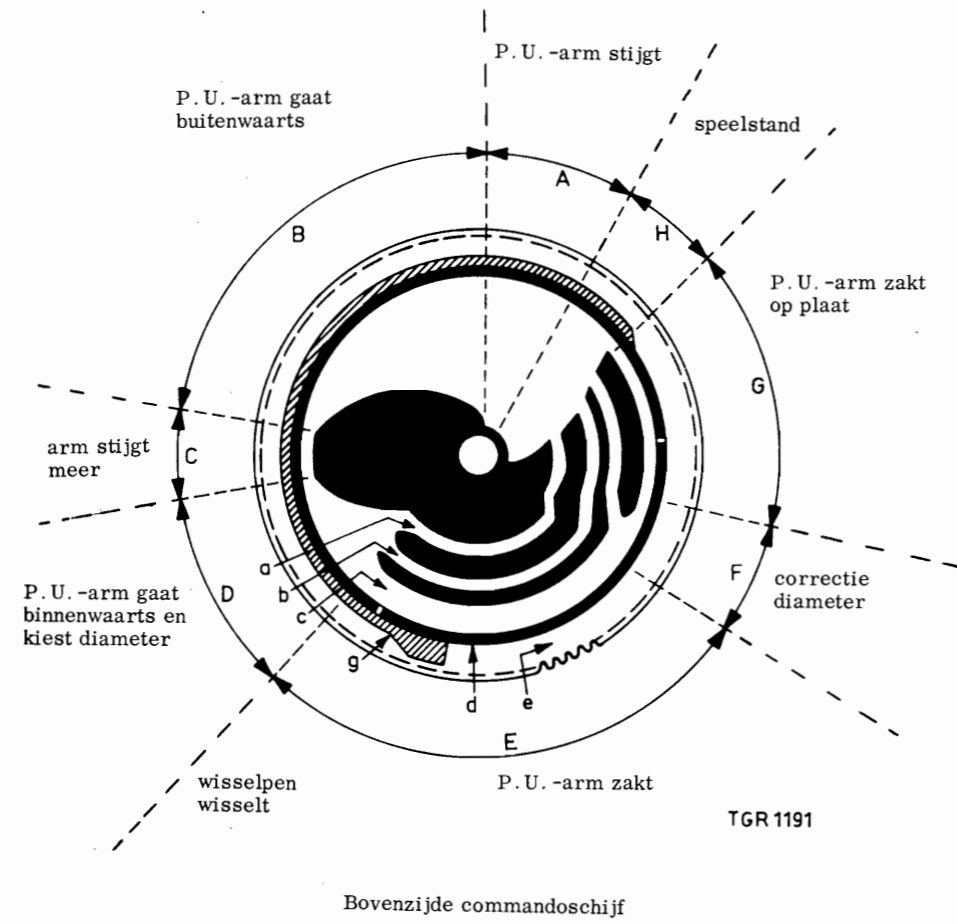
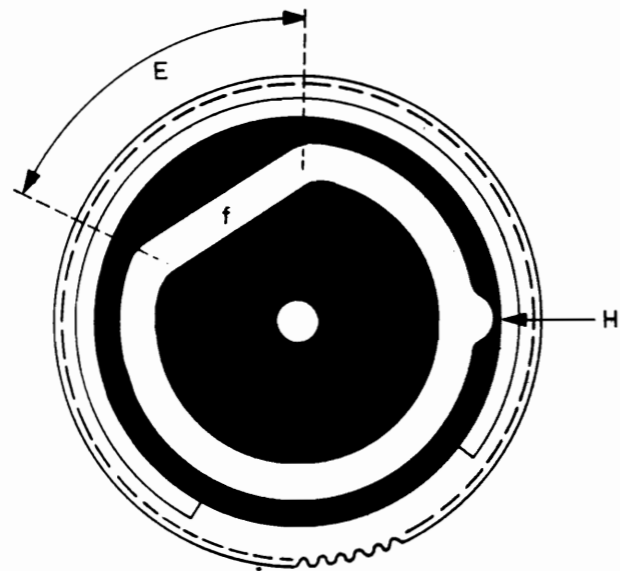
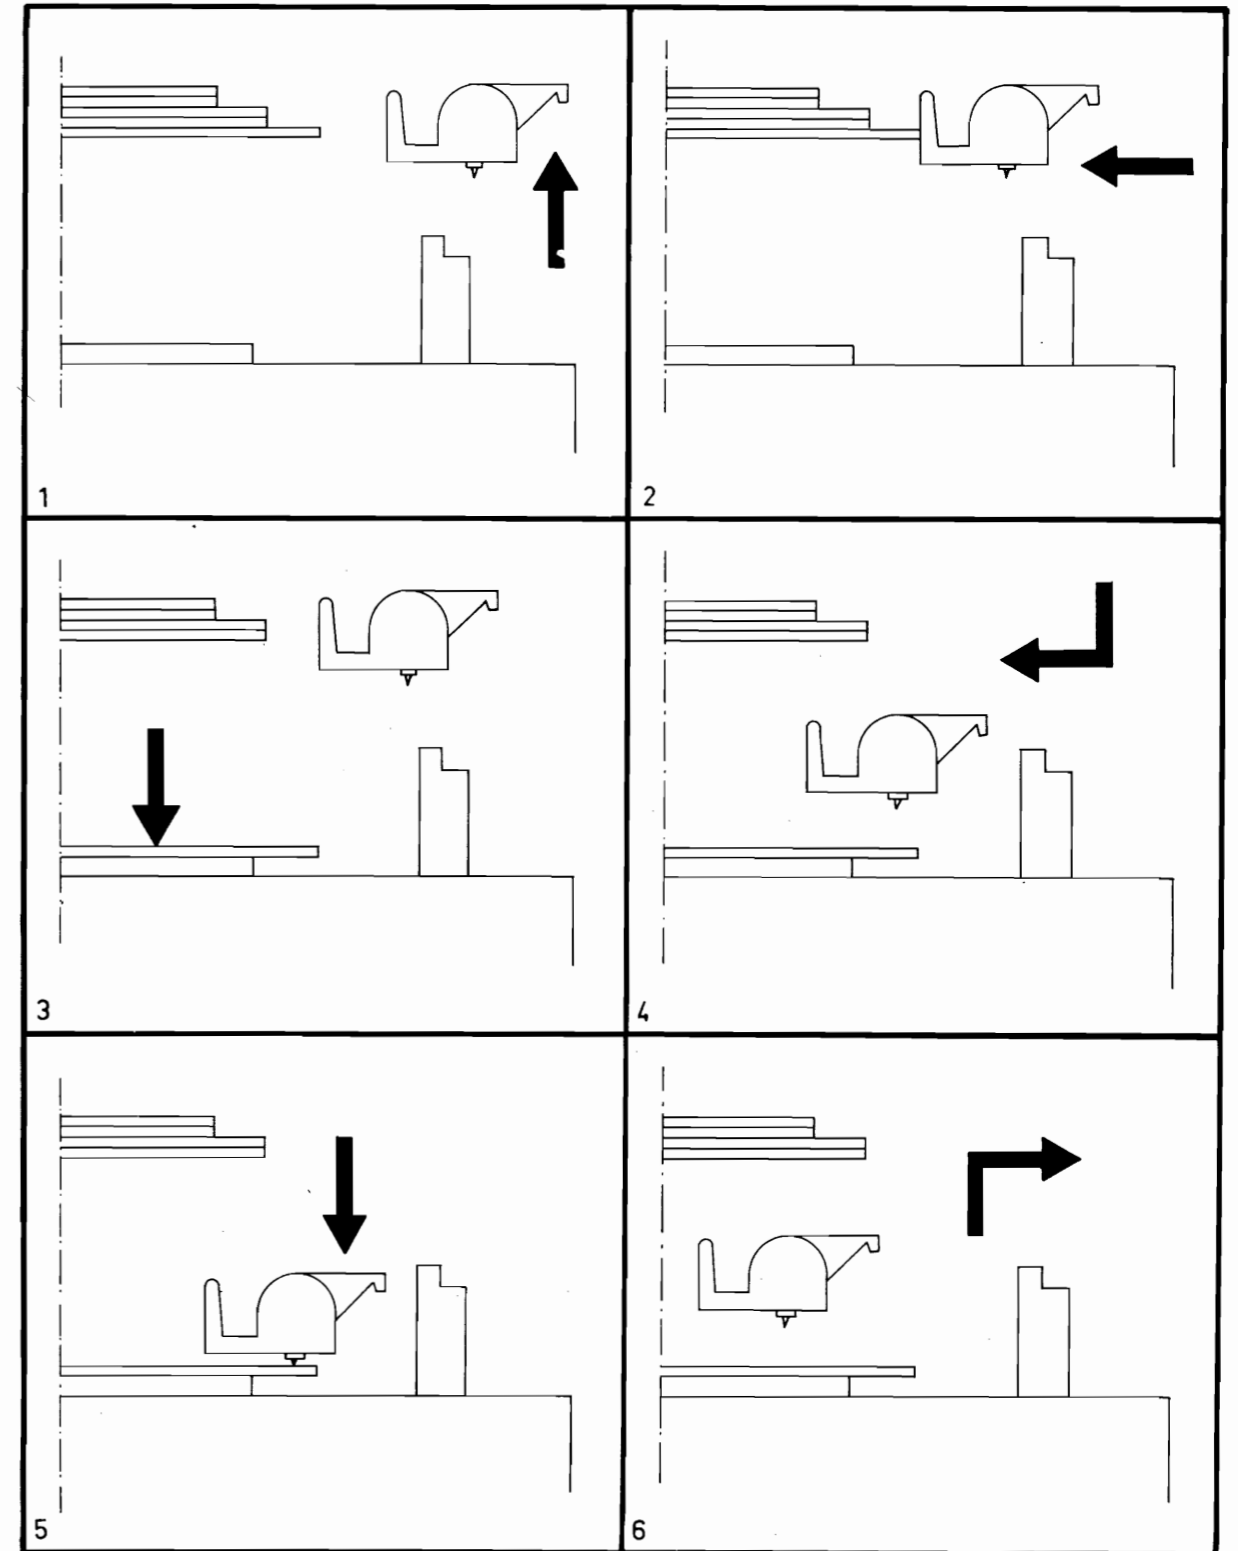
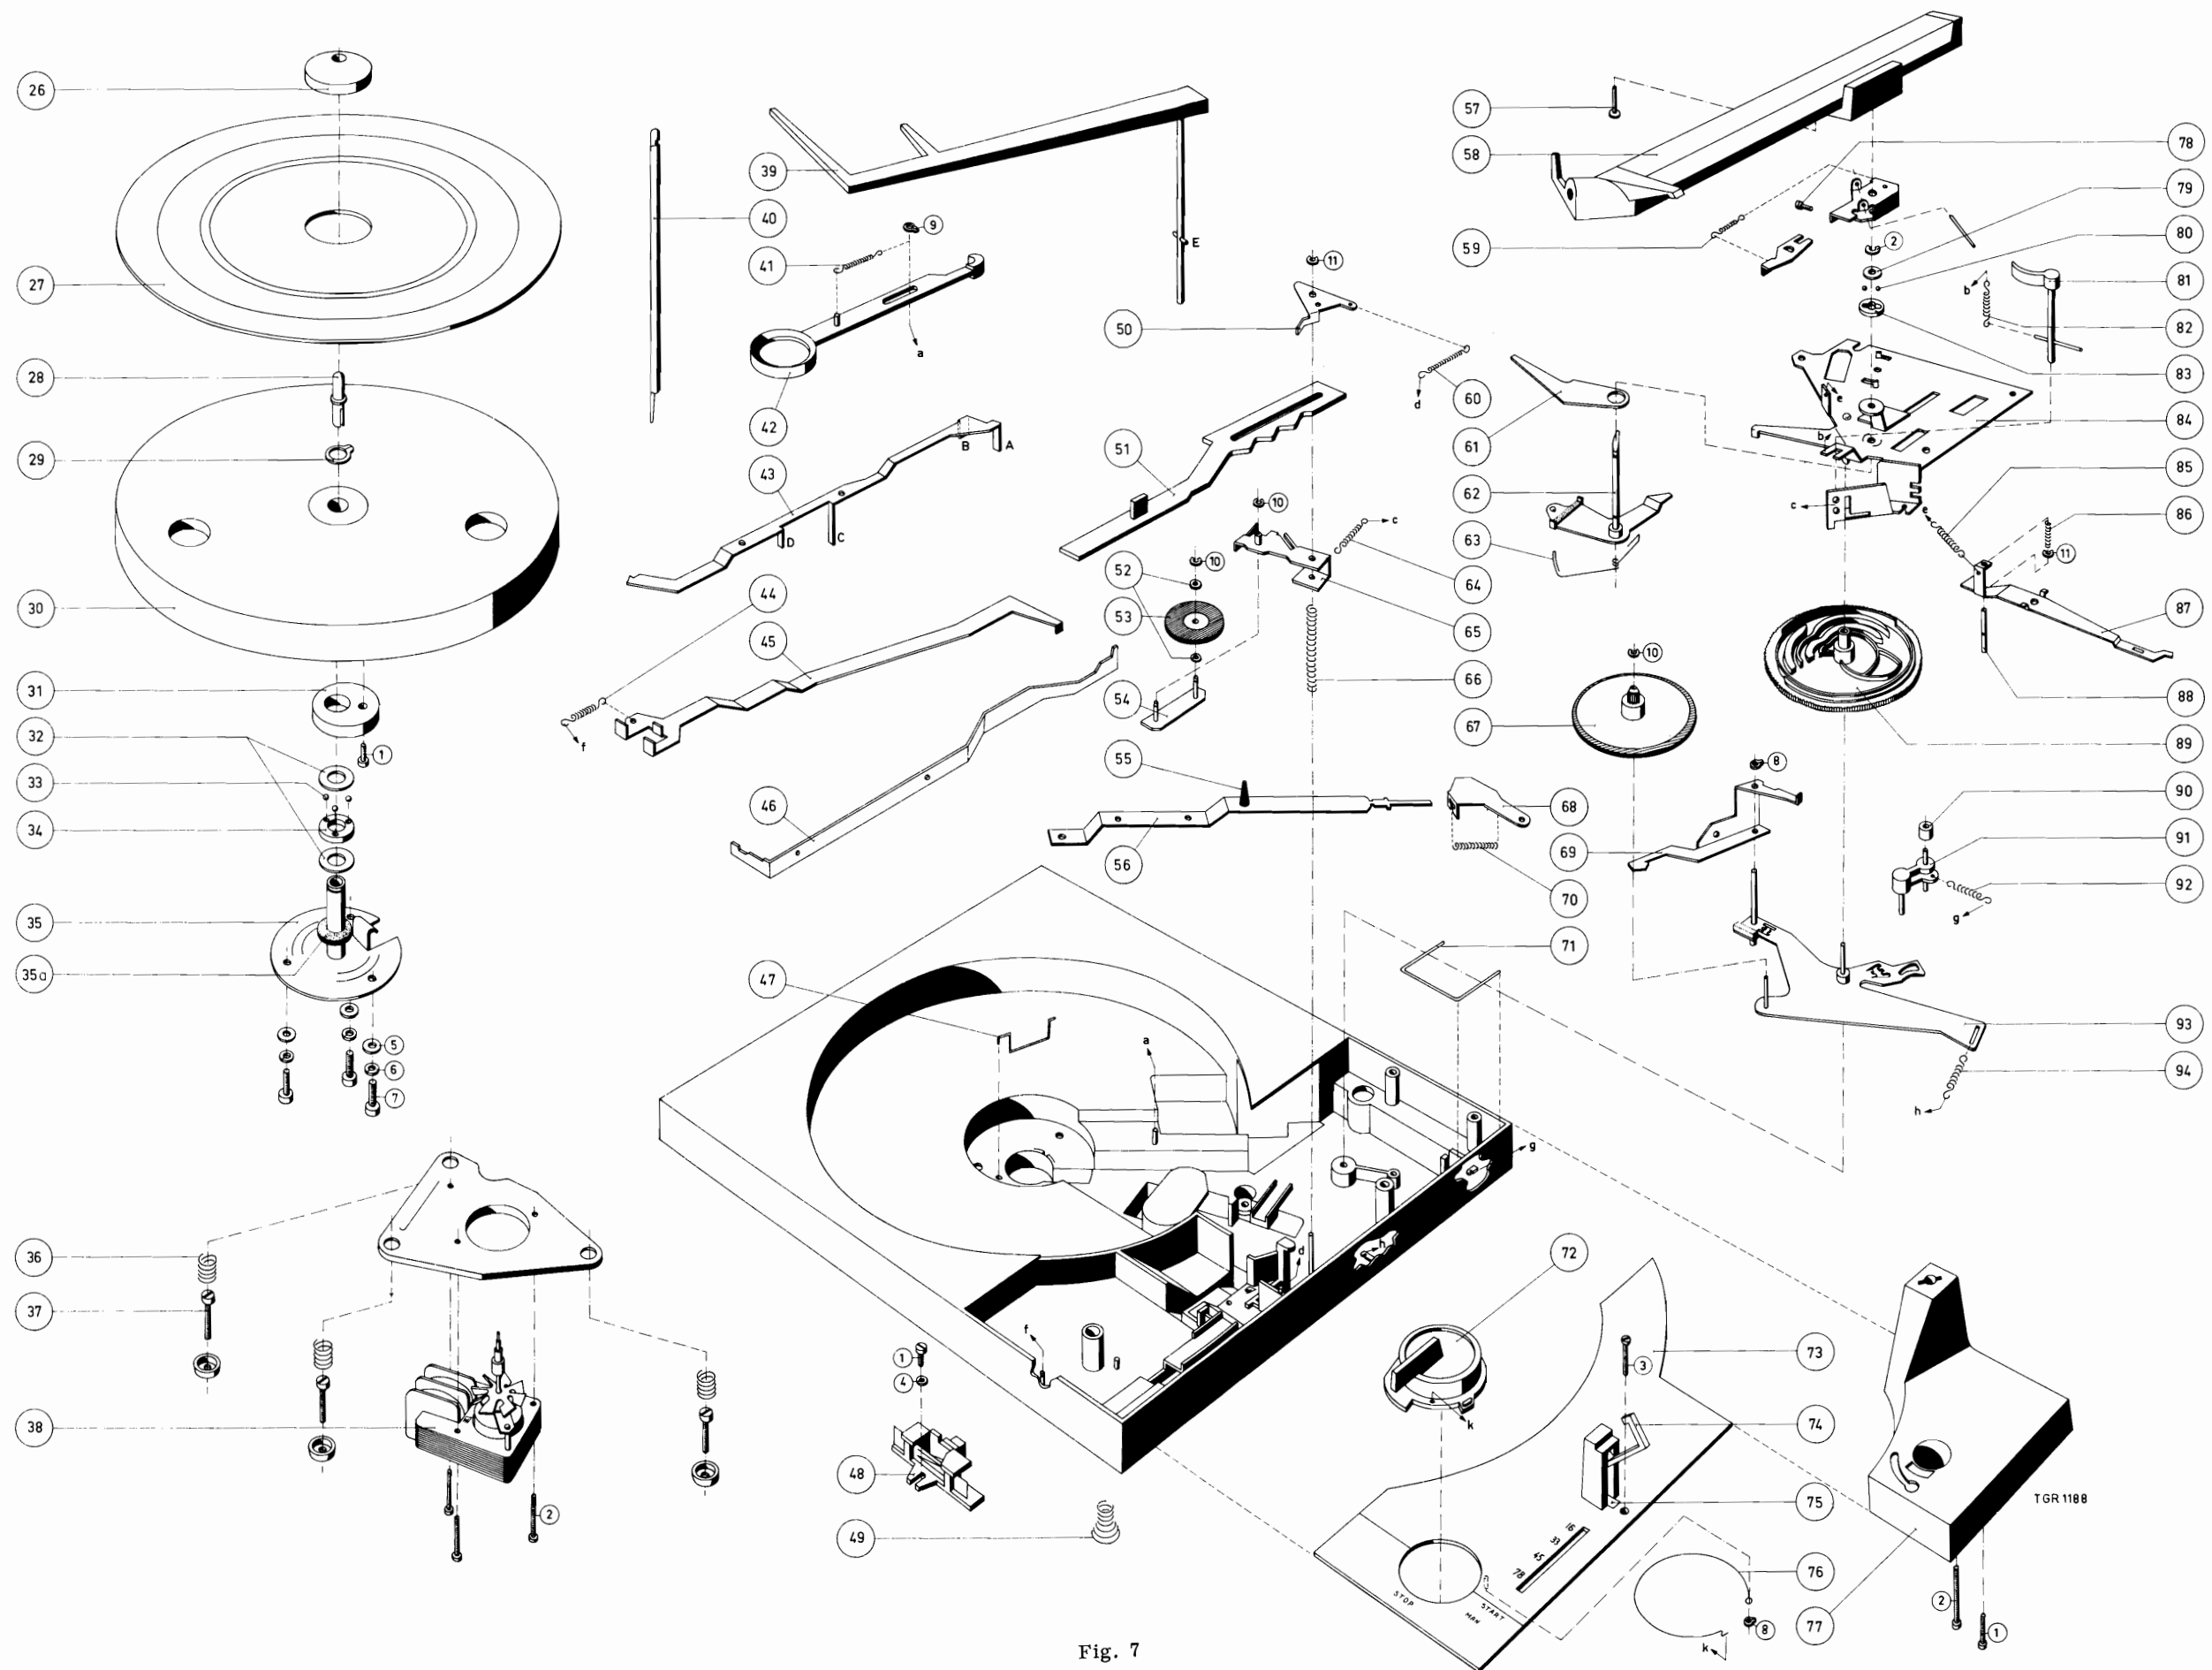

Fig. 1
Fig. 2
Fig. 3
Fig. 7
Nu komt de rol pos. 90 uit het arret in de onderzijde van de commandoschijf (zie fig. 2, pos. H), waardoor de draaiplaat pos. 93 links om draait en aandrijfwiel pos. 67 in aanraking blijft met de motoras. De PU-arm wordt nu gelicht d.m.v. de pen in de PU-arm lift pos. 81 die tegen de onderzijde van de commandoschijf wordt getrokken door de veer pos. 82 (zie fig. 3, nr. 1). Door de pen van sam. plaat pos. 62, die in de bovenzijde van de commandoschijf loopt wordt de PU-arm naar binnen geleid tot de diameter taster aan de PU-arm, tegen de rand van de grammofonplaat komt. (zie fig. 3, nr. 2). Hierdoor wordt de opzetmaat voor de diverse grammofonplaten bepaald en komt de pen van sam. plaat 62 in een van de gleuven a, b of c (zie fig. 1) van de commandoschijf, resp. voor 17,5 - 25 of 30 cm. gram. platen.
Aan het einde van deze gleuven komt de PU-arm nog iets naar binnen voor correctie van de diameter aangezien de diametertaster en naaldpunt niet op gelijke diameter liggen (zie fig. 1 pos. F en fig. 3, nr. 4). De PU-arm zakt nu op de grammofonplaat en het apparaat staat nu in de speelstand (zie fig. 1 pos. H en fig. 3, nr. 5). De PU-arm zal, indien deze niet door een grammofonplaat wordt tegen gehouden, altijd op de kleinste diameter (17,5 cm) opzetten. Dit gebeurt d.m.v. de draadveer pos. 63 die tegen de opstaande rand d (zie fig. 1) aan de bovenzijde van de commandoschijf loopt, waardoor de pen van sam. plaat 62 altijd in de gleuf a loopt (zie fig. 1). De rol pos. 90 valt in het arret (zie fig. 2, pos. H) waardoor de draaiplaat pos. 93 terugdraait en aandrijfwiel pos. 67 van de motoras wordt gelicht en tegen de remprop pos. 55 komt. Aan het einde van een grammofonplaat drukt de plaat pos. 61 de sperhaak pos. 69 naar binnen, waardoor deze in aanraking komt met de grijphaak pos. 42 welke heen en weer wordt bewogen door de schijf pos. 31 onder de draaitafel. Deze sperhaak pos. 69 trekt de draaiplaat pos. 93 links om. Hierdoor komt het aandrijfwiel pos. 67 tegen de motoras en wordt aangedreven. De commandoschijf gaat meedraaien, waardoor de rol pos. 90 uit het arret komt en de wisselcycles weer plaats vindt.
Het wisselen van een grammofonplaat geschiedt d.m.v. de beugel pos. 56 en de beugel pos. 68 welke aangedreven worden door de rol pos. 90 in de groef f (zie fig. 2, pos. E) aan de onderzijde van de commandoschijf.
Door het draaien van de bedieningsknop pos. 72 van stand "O" naar stand "stop!" wordt kantelbeugel pos. 87 via beugel 46 en stang 71 naar beneden gedrukt. Hierdoor wordt de pen 88 van de kantelbeugel 87 in de baan e (zie fig. 1) van de bovenzijde van de commandoschijf gedrukt. Komt deze pen bij punt g (zie fig. 1) dan drukt de beugel pos. 87 de beugel pos. 43 terug. Beugel 43 die met lip A (zie fig. 7) in het slobgat van de beugel pos. 87 zit, blokkeert met lip B de PU-arm. Lip C zet het tussenwiel vrij, terwijl lip D de netschakelaar uitschakelt. Hiermede is ook de commandoschijf in de arretstand (zie fig. 2, pos. H) teruggekeerd. Na het wisselen van de laatste plaat valt de platendrukker pos. 39 naar de rechterzijde van het apparaat. Als gevolg hiervan valt de pen E (zie fig. 7) van de platendrukker op de kantelbeugel pos. 87 en drukt deze naar beneden waardoor op dezelfde manier als bij de handbediening het apparaat uitschakelt.